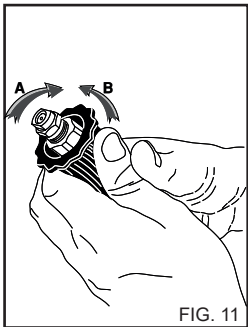

FIG. 11
USO DELLA TESTINA REGOLABILE (Fig. 11)
2) Azionare l'idropulitrice, attivare il comando di aspirazione del detergente presente sulla lancia (fig. 11) e cospargere la superficie da lavare agendo dal basso verso l'alto. Lasciare reagire per alcuni minuti.